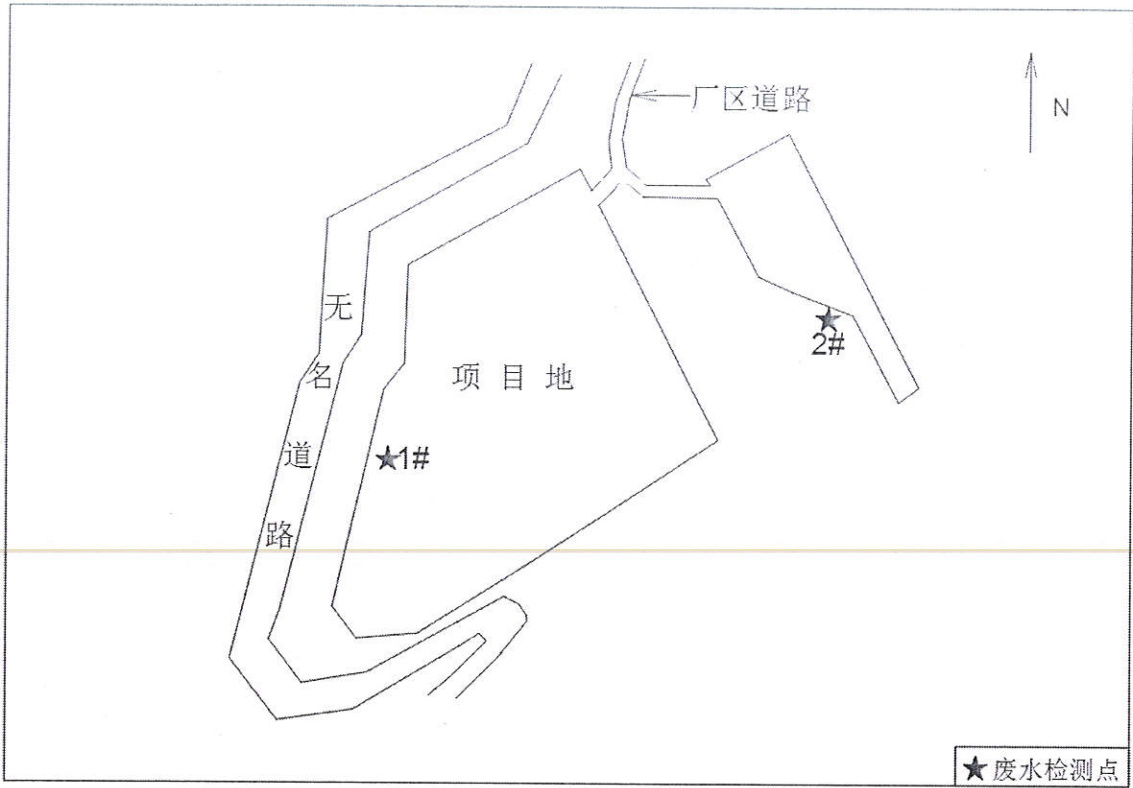

图 5-1 检测布点示意图
②: 检测结果以 3 次测定值中的最大值评价;
③: 废水检测布点示意图见图 5-1。